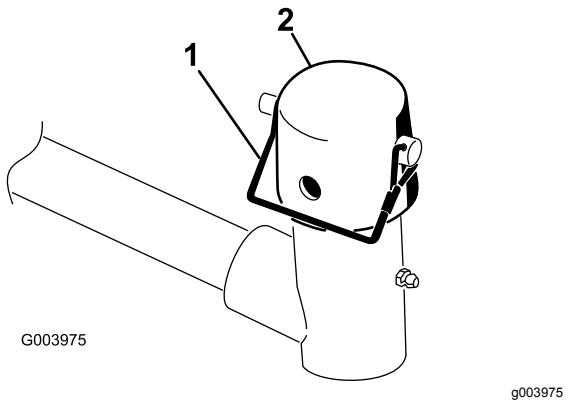

Figure 10
7. Retirez la goupille à fermoir et le capuchon de la chape de pivot du bras de relevage (Figure 10).
11. Fixez le capuchon et l'arbre du bâti porteur à la chape du bras de relevage avec la goupille à fermoir. Utilisez la fente si un plateau de coupe directionnel est recherché ou utilisez le trou si le plateau de coupe doit rester fixe (Figure 10).